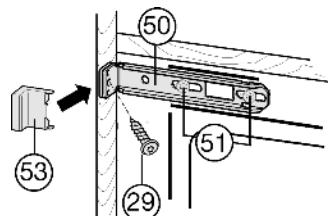

Fig. 18
- Немного ослабьте винты Fig. 18 (51).
- Закрепите верхний крепежный уголок Fig. 18 (50) с помощью винтов для стружечной плиты Fig. 18 (29) Ø4x19 на стенке мебели.
- Удалите выступающий конец крышки Fig. 18 (53).
- Затяните винты Fig. 18 (51).
- Установите крышку Fig. 18 (53).